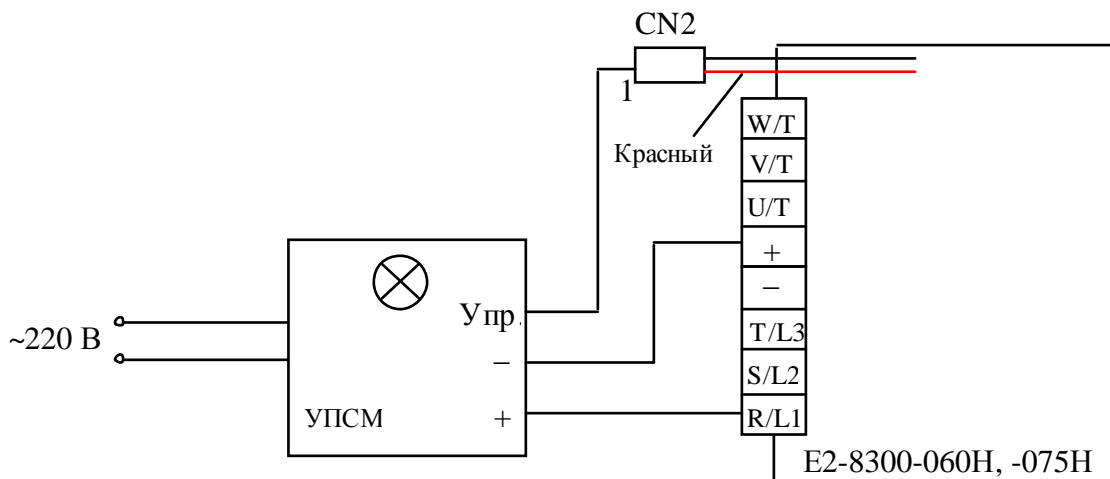
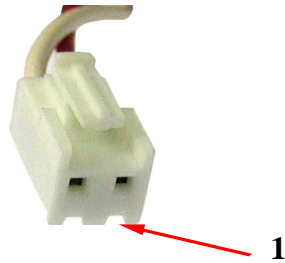

Рис. 4.7. Схема проверки тириستоров входных модулей.
Рис. 4.8. Распайка выводов разъемов CN2, CN3, CN4.
4.6.6.4. Выполнить проверку тиристора модуля SKKH106/16E канала R/L1. Соединить выход «+» УПСМ с клеммой R/L1 преобразователя, выход «-» УПСМ с клеммой «+» преобразователя, а выход «Упр.» УПСМ с 1-м выводом розетки разъёма CN2 преобразователя (рис.4.7). Распайка выводов разъемов CN2, CN3, CN4 представлена на рис. 4.8.